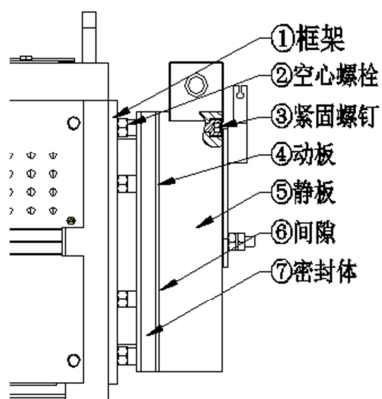
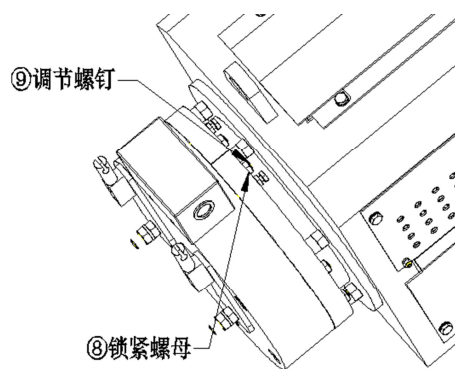

图 1 制动器各部件图
图 2 制动器外观
通过调整制动器气隙⑥（P1 图 1/P1 图 2），从而调整制动器制动盘与框架①的气隙。制动器动板④与静板⑤之间通过 4 个空心螺栓②连接，制动器通过 6 个紧固螺钉③安装并固定于框架①上（紧固螺钉穿过空心螺栓）。通过调节空心螺栓及紧固螺栓来调节制动器气隙⑥，制动器气隙由密封体⑦进行保护，制动器噪音由锁紧螺母⑧、调节螺钉⑨控制。